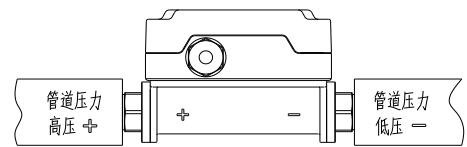
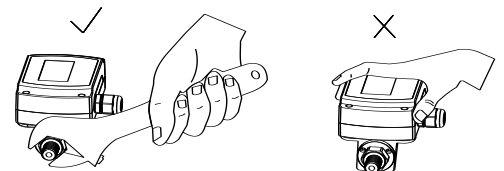

图 3
图 4
如图 3，压差的“+”(高压)和“-”(低压)两端，必须正确连接。按图 4，必须使用扳手，而不能手握变送器接线盒施加旋转扭力。
3. 管道直接安装方式：如图 3，直接将变送器与被测系统采用“硬管”做压力连接，并承担产品整体重量。